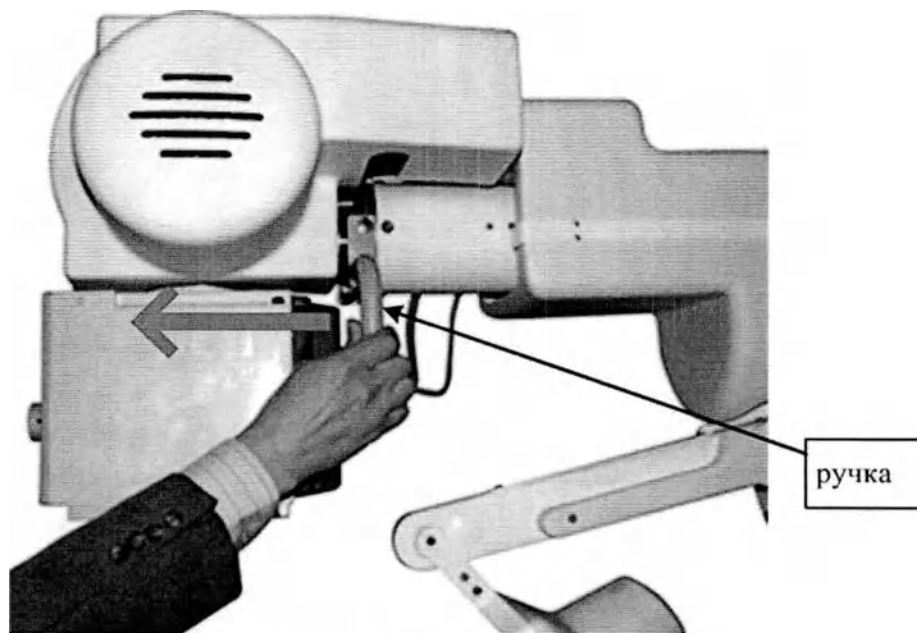

Рисунок 4.3 – Поворот излучателя
1. возьмитесь за ручку **1** (см. Рисунок 4.3) и поверните ее на себя. При этом фиксатор положения излучателя разблокируется;